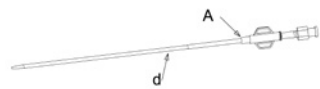

Fig. 11
- Em caso de usar uma bainha de implantação (IS) (Comprimento máximo = 90 centímetros), com uma válvula hemostática, insira o adaptador (A) para a implantação da bainha de implantação (IS), e retire o dilatador (d) (Fig. 11 e 12).